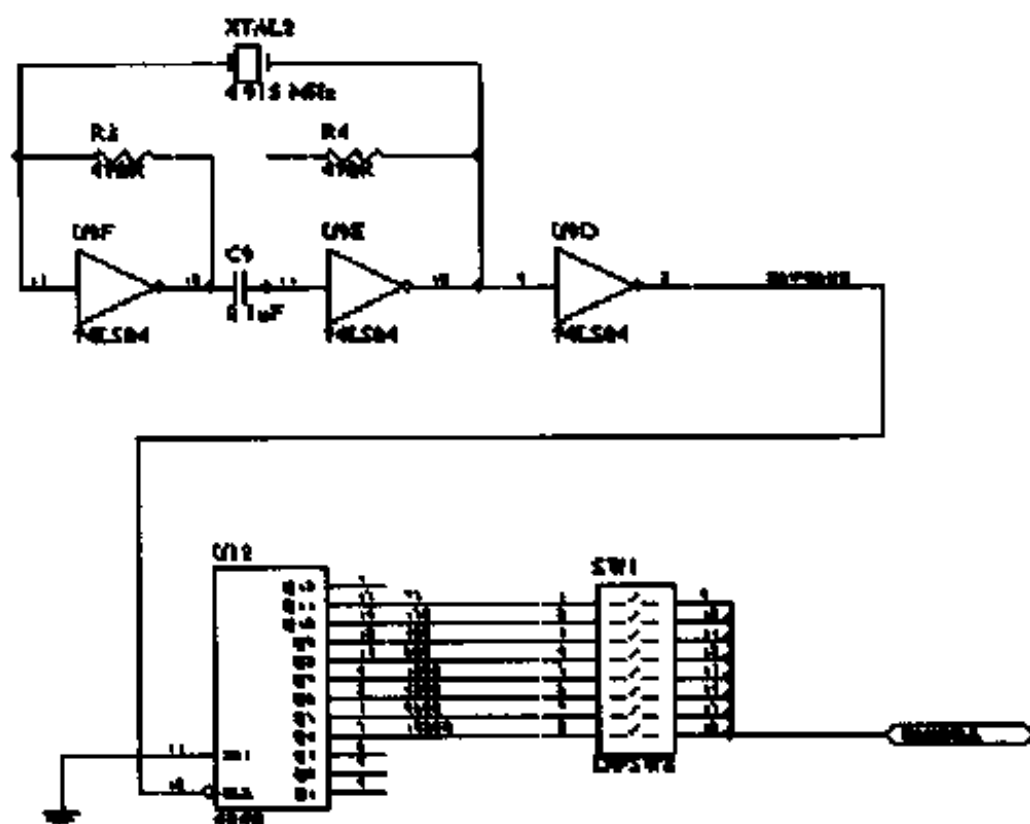

图 8-48 原理图
(3) 设计和绘制原理图。单击原理图右上角的最大化按钮, 将原理图放大, 绘制如图 8-48 所示的原理图。